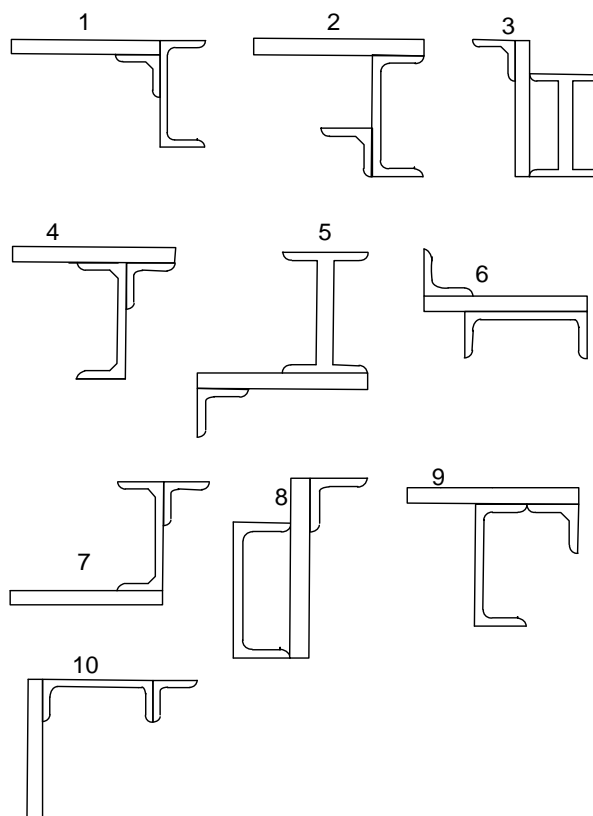

Рис.2. Составное поперечное сечение бруса
1. Схема поперечного сечения бруса (рис. 2), составленного из прокатных профилей (двутавр, швеллер, равнополочный уголок, лист)
| № строки | № схемы по рис.2 | Лист bхh, мм | № двутавра | № швеллера | № уголка |